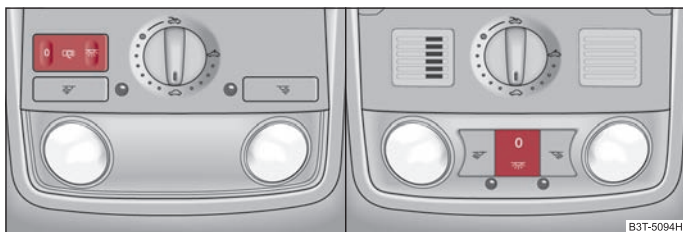

Fig. 54 Iluminarea în interiorul autovehiculului față
- Apăsați întrerupătorul pe simbol  ⇒ fig. 54.
- Aduceți întrerupătorul în poziție mijlocie. La autovehiculele fără supraveghere a interiorului, poziția din mijloc este marcată cu un simbol  ⇒ fig. 54 - stânga.